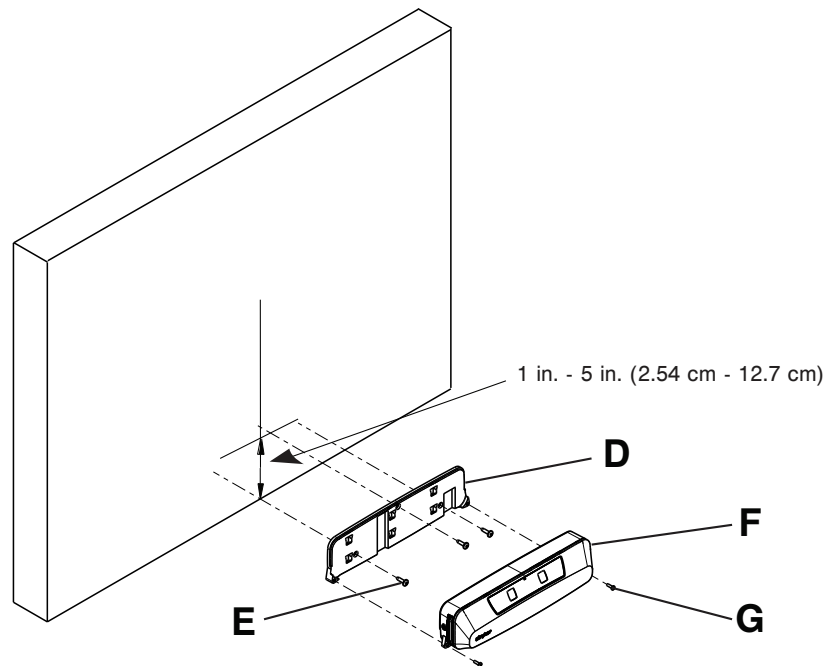

Abbildung 3 – Montagespezifikationen
5. Mit einem Maßband und Bleistift die vorgesehene Mitte des Bettstandorts markieren (vertikale Linie) (Abbildung 3).
6. Die Montageplatte an der in Schritt 5 angelegten vertikalen Linie zentrieren und so montieren, dass sich die Unterseite der Montageplatte maximal 1 Zoll (2,54 cm) vom Fußboden befindet (Abbildung 3).
7. Mit einer Wasserwaage an der Unterseite der Montageplatte (D) sicherstellen, dass die Unterseite der Montageplatte (D) waagrecht ist, wenn die Montageplatte (D) auf die in den Schritten 5 und 6 angelegten Markierungen gehalten wird (Abbildung 3).
8. Die drei Schraubenlöcher der Montageplatte (D) mit einem Bleistift markieren.
9. Mit dem entsprechenden Werkzeug für die vom Krankenhaus bereitgestellten Befestigungen (E, nicht enthalten) die Montageplatte (D) an der Wand befestigen (Abbildung 3).
10. Secure Connect (F) an der Montageplatte (D) anbringen (Abbildung 3).
11. Secure Connect (F) mit einem Phillips-Schraubendreher Nr. 2 und den beiden beiliegenden Schrauben (700001126359) (G) an der Montageplatte (D) befestigen (Abbildung 3).